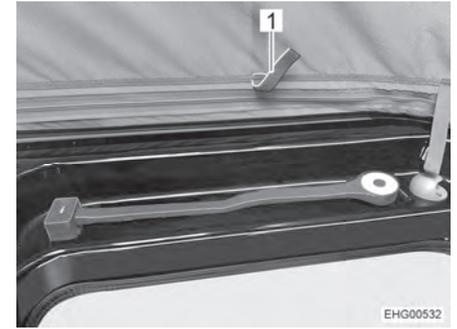

Bild 64 Schwanenhalsleuchte, Transportposition
- Schwanenhalsleuchte von Betriebsposition (Bild 63) in Transportposition (Bild 64) zurückführen.
- Zeltstoff an den dafür vorgesehenen Laschen (Bild 64,1) nach innen ziehen.